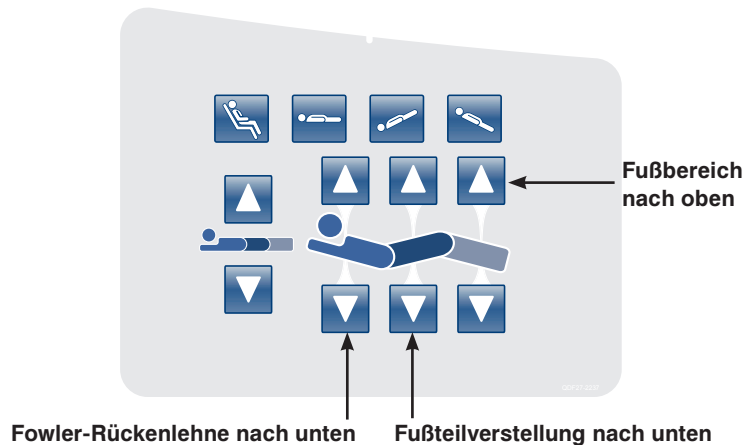

Abbildung 6: Bedienkonsole am Seitengitter des Kopfendes - (Rechte Seite abgebildet)
- Die Liegefläche in eine flache Position bringen; dazu gleichzeitig die in Abbildung 6 dargestellten Tasten **Fußbereich nach oben**, **Fowler-Rückenlehne nach unten** und **Fußteilverstellung nach unten** drücken.